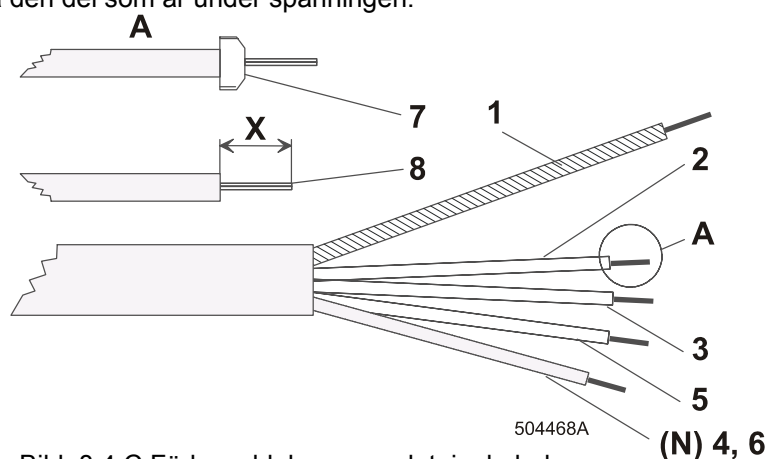

Bild. 8.4.C Förberedelse av anslutningskabeln
I fall av kabelens användning (hårda kopparledarna) isoleras av enstaka kabelledarna bara så, att efter ledarens koppling till maskin, fränskjuter inte ur klämma från isolerad del (Bild. 8.4.C, 8 - kvot X). Vid användning av snöre (tvinnade kopparledarna) kan man enstaka kabelledarna isolera likadant som vid kabelen eller använd då presshylsa (7). I detta fall används hylsa med isolerad hals, då man undviker efter ledarnas koppling kontakt på den del som är under spänningen.